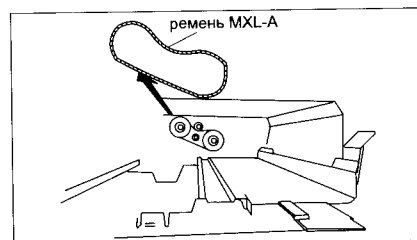

Рис. 10
- снимают ремень MXL-A (рис. 10);